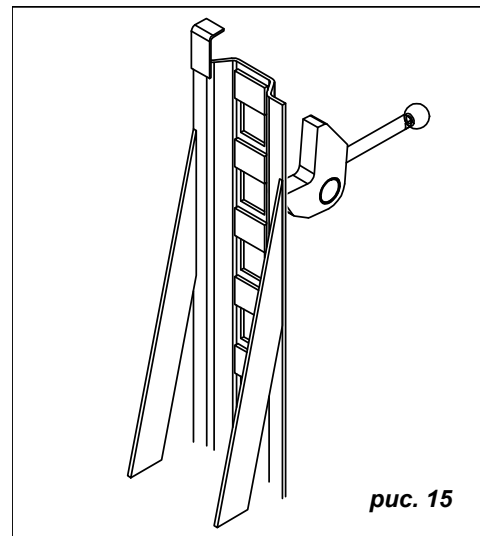

рис. 15
- ◆ В случае поломки гидроцилиндра срабатывают предохранительные стопоры (рис. 15) в стойках. Они перемещаются под действием пружины и немедленно останавливают каретки, предотвращая их опускание.